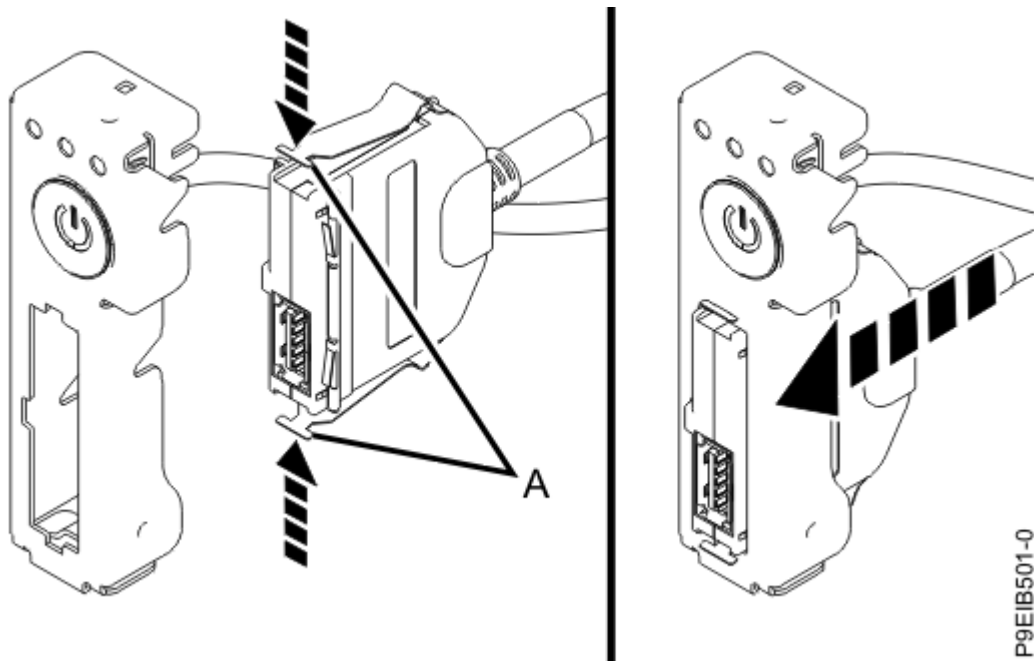

Figure 173. Raccordement du câble et connecteur USB à l'interrupteur d'alimentation
3. Tout en appuyant sur les languettes **(A)**, raccordez l'ensemble câble et connecteur USB à l'interrupteur d'alimentation, comme illustré dans la Figure 173, à la page 192.